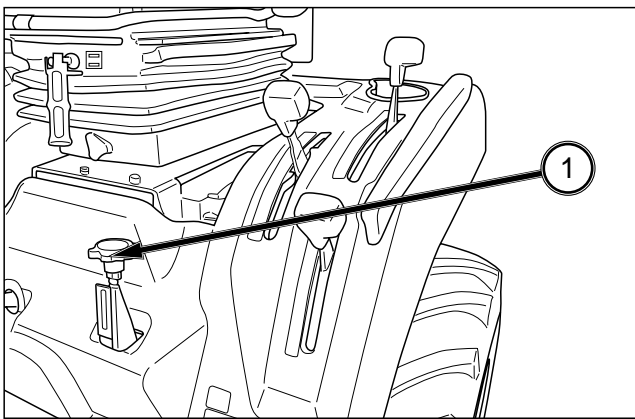

FIG. 3-21
FIG. 3-21 : La molette de commande de hauteur de coupe, (1), ajuste la hauteur de coupe pour la plate-forme de tondeuse à montage central. Tourner la molette dans le sens d'horloge abaisse la hauteur de coupe de la plate-forme de tondeuse et la tourner dans le sens contre l'horloge va relever la hauteur de coupe de la plate-forme de tondeuse.